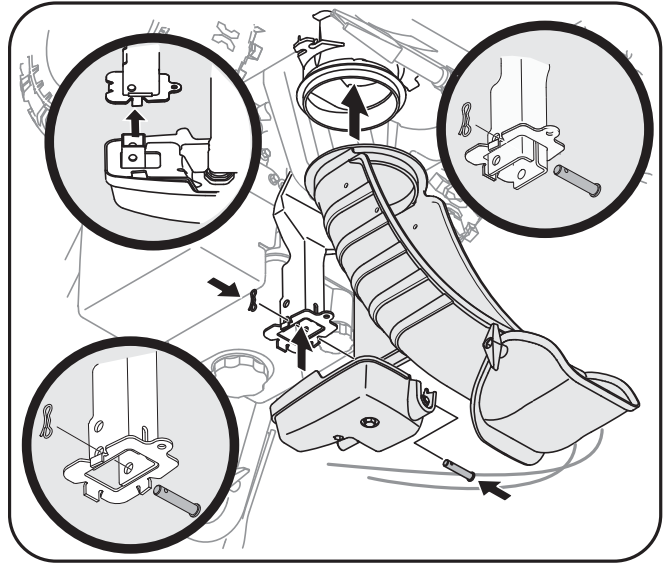

Fig. 3-4
- Placez la goulotte sur sa base et attachez-la sur son support en utilisant l'axe de chape et la goupille fendue enlevés plus tôt. Voir la Fig. 3-4.